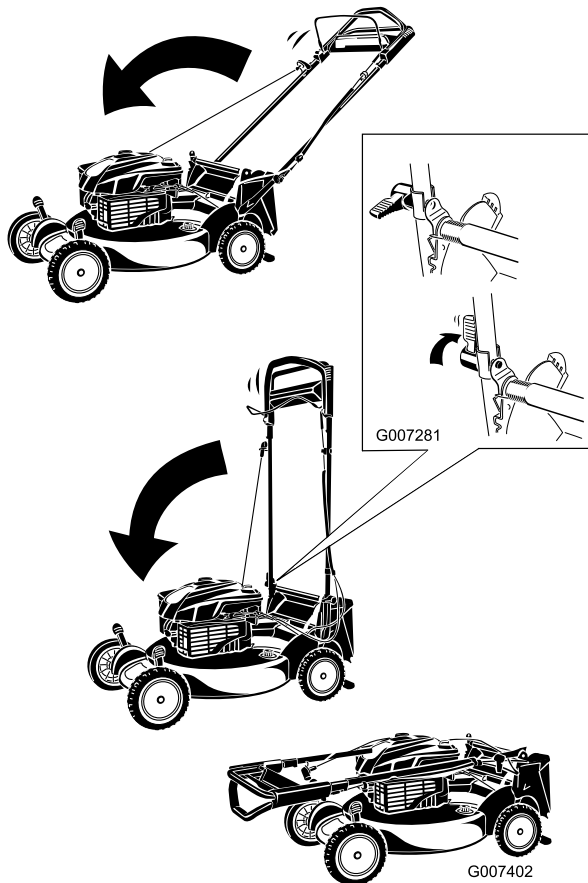

Figura 44
1. Doble el manillar hacia adelante (Figura 44).